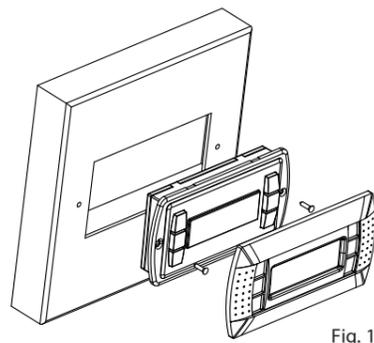

Fig. 1
- установите в проем терминал со снятой передней рамкой и закрепите в этом положении, завернув в панель винты с потайной головкой из комплекта терминала, как показано на рис. 1;
- Insert the terminal, with the front frame removed, into the opening, and fasten the device to the panel using the flush-head screws, supplied in the packaging, as shown in Fig. 1;